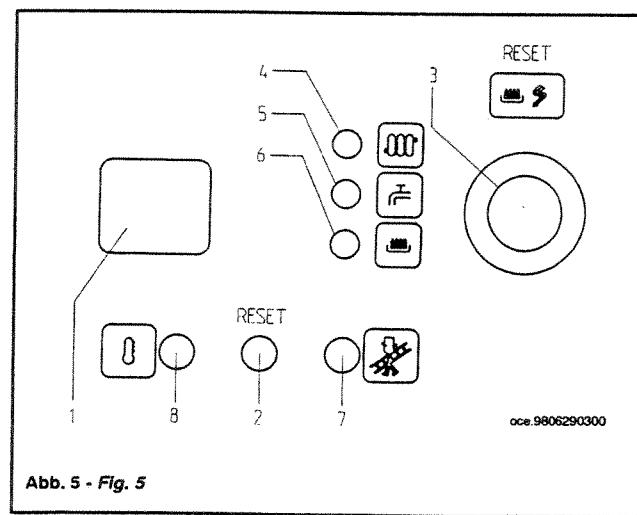

Abb. 5 - Fig. 5
- Ist der Boiler an den Heizkessel angeschlossen, leuchtet die Kontrolllampe 5 (Abb. 5) auf dem Bedienfeld während der Erhitzung des im Boiler befindlichen Wassers auf.
- con unità bollitore collegata alla caldaia, la spia 5 (fig. 5) presente sul cruscotto si accende durante la messa in temperatura dell'acqua sanitaria contenuta nel bollitore.